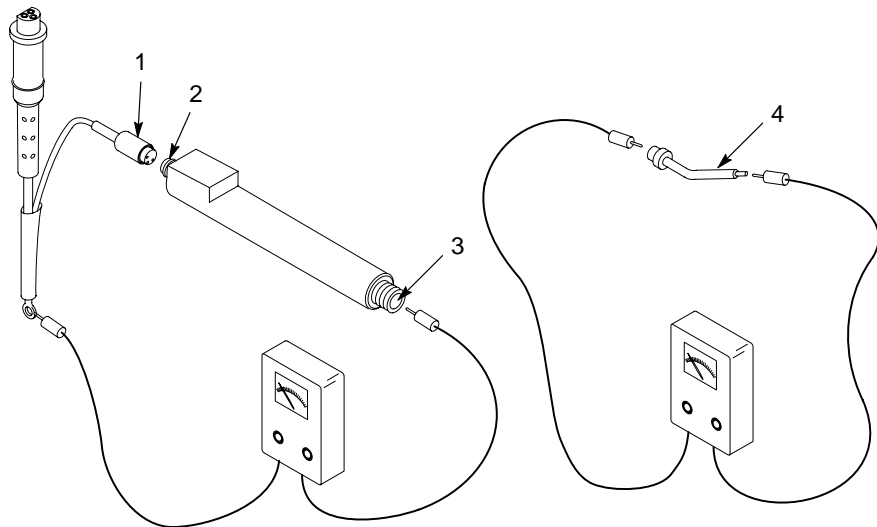

Figura 5-3 Verificações da resistência do multiplicador e da ponta de contacto
Consulte a figura 5-3.
1. Consulte a figura 5-3. Ligue as pontas de contacto do ohmímetro aos contactos de latão situados nas extremidades da ponta de contacto.